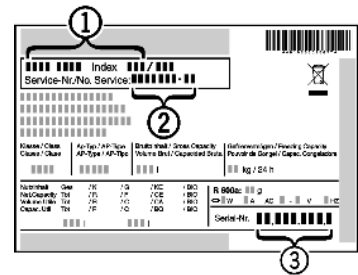

Fig. 4
- ▶ Consultar a identificação do aparelho Fig. 4 (1), nº de serviço Fig. 4 (2) e nº de série Fig. 4 (3) na placa de características. A placa de características está localizada no interior do aparelho, do lado esquerdo.
- ▶ Informar o serviço de assistência ao cliente e comunicar o tipo de falha, identificação do aparelho Fig. 4 (1), nº de serviço Fig. 4 (2) e nº de série Fig. 4 (3).